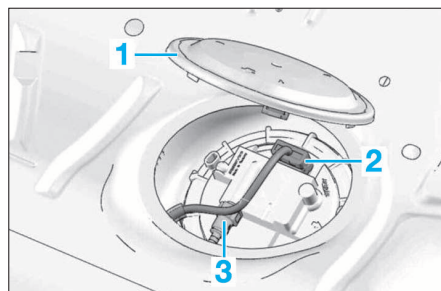

FIG. 30
- Décliper le protecteur (1) (Fig.30).
- Débrancher le connecteur (2) et le raccord (3).